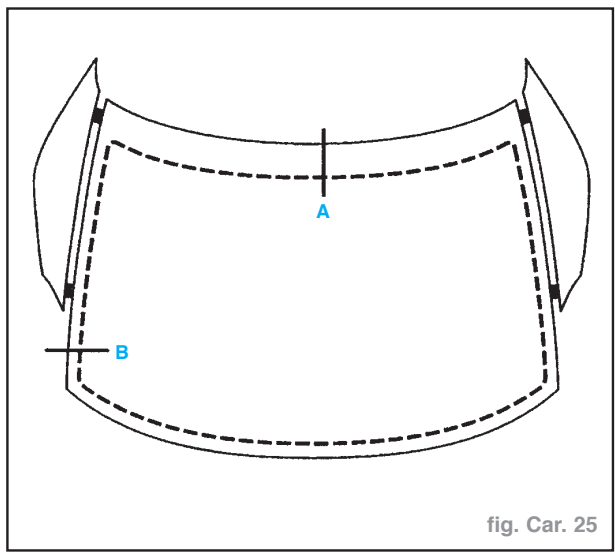

fig. Car. 25
- **ATTENTION** à la position du cordon, extruder à **4 mm** (entraxe) sur les trois côtés inférieurs et à **25 mm** (entraxe) en partie supérieure avec la buse de fabrication locale (fig. Car. 25).